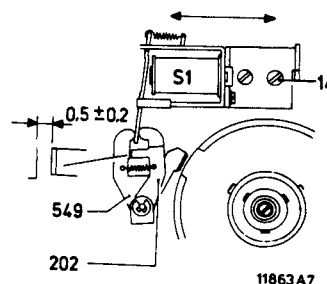

Fig. III-11
- Einstellbar durch Verschieben von S1 in Pfeilrichtung (siehe Abb. III-11) nachdem die Schrauben 14 um einige Umdrehungen gelockert worden sind.